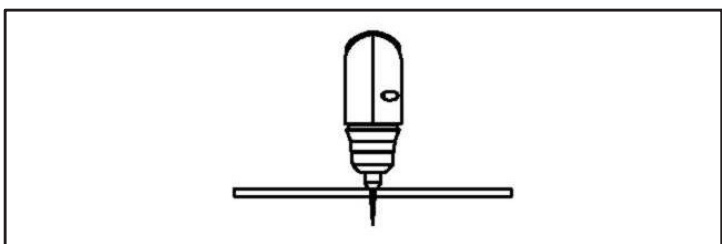

Figure 19
- Выполните прокол линии разреза, а затем продолжите резку по линии. Держите горелку перпендикулярно заготовке после завершения прокола. Рис.19